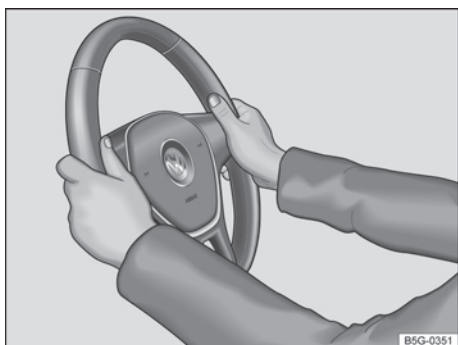

Fig. 65 No volante: posição 9 e 3 horas.
- Ajustar a posição do volante de forma que possa segurá-lo lateralmente pela borda externa nas posições de 9h e 3h → Fig. 65 com ambas as mãos e os braços ligeiramente dobrados.
- Durante a condução, sempre segurar o volante com ambas as mãos lateralmente na borda externa nas posições de 9h e 3h → Fig. 65, para reduzir ferimentos causados por um acionamento do airbag frontal do condutor.